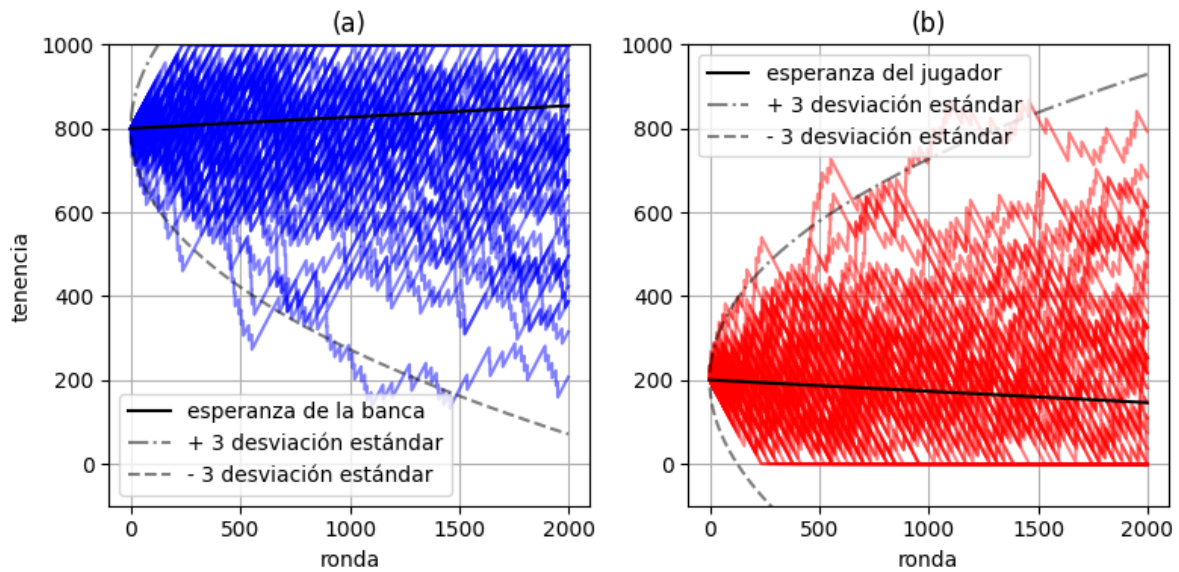

Figura 1: Simulaciones de juegos de 100 máquinas.
- d) Esboce una gráfica para $f_l(n)$ y $f_u(n)$ y compare con la figura 1 (a).